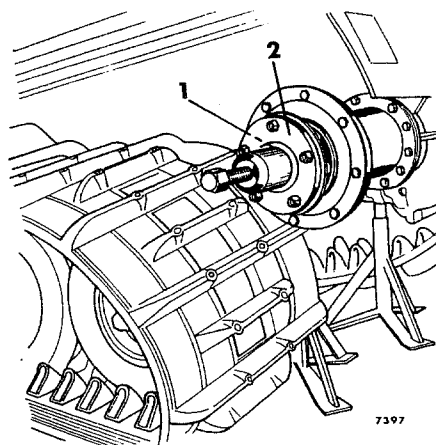

Fig 13–24. Demontering av drivhjulsnag
4. Dra av drivhjulsnaget, se fig 13–24.